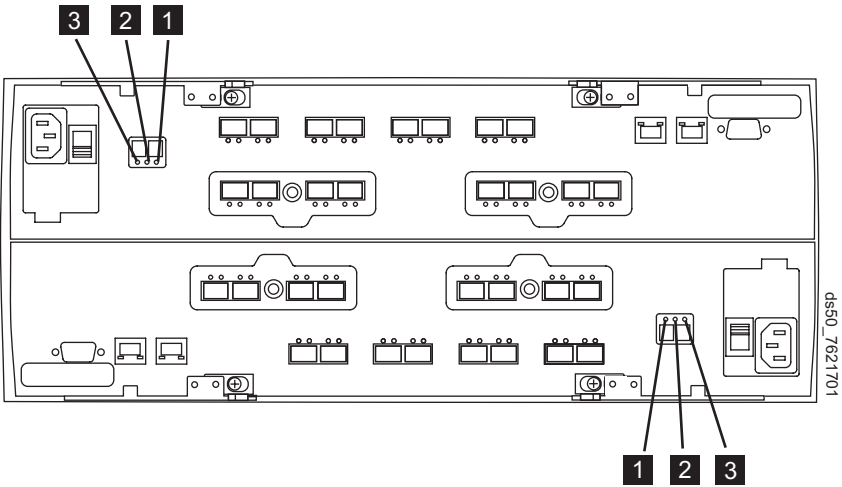

Figura 127. LEDs de Ação de Serviço do Controlador
- 30. Observe os LEDs no controlador para verificar se ele está sendo reinicializado corretamente. Figura 127 mostra os locais dos LEDs. Tabela 59 descreve os locais numerados identificados em Figura 127.